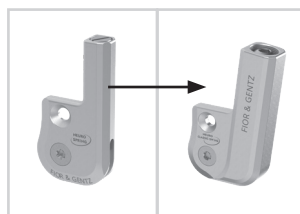

Fig. 24
- 3 Montare l'unità funzionale dell'articolazione modulare **NEURO CLASSIC-SWING** nella larghezza modulare corrispondente (fig. 24).